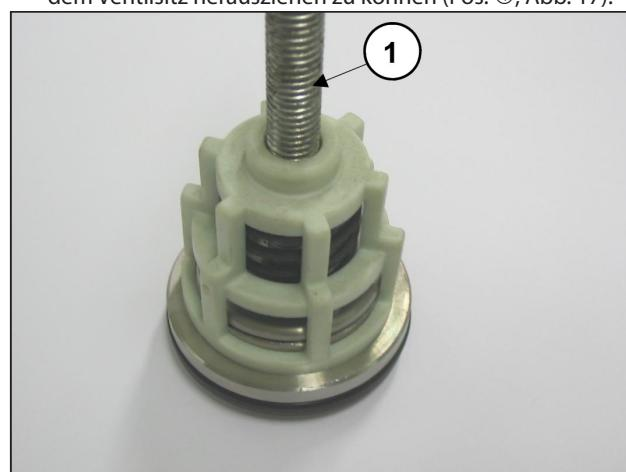

Abb. 17
- Bauen Sie die Saug- und Druckventilgruppen durch Anziehen einer Schraube M10 ausreichender Länge aus, um die Ventilscheibe betätigen und die Ventilführung aus dem Ventilsitz herausziehen zu können (Pos. ④, Abb. 17).